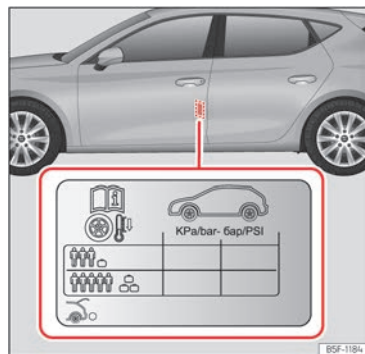

Abb. 254 Einbauport des Aufklebers für den Reifendruck.
- Passen Sie bei größerer Zuladung den Reifendruck entsprechend an »» (Abb. 254).
Die Angaben zum Reifenfülldruck befinden sich auf dem Aufkleber an der Fahrertürsäule »» (Abb. 254).
Der Reifendruck muss der aktuellen Fahrzeugbelastung angepasst werden. Wenn das Fahrzeug voll beladen werden soll, muss der Reifenfülldruck entsprechend dem auf dem Reifenfülldruck-Aufkleber angegebenen maximalen Wert erhöht werden »» (Abb. 254).
Füllen Sie bei einem minimierten Notrad (125/70 R16 oder 125/70 R18) auf einen Druck von 4,2 bar, gemäß Angabe auf dem Aufkleber mit den Reifendruckwerten »» (Abb. 254).
- Der Fahrer ist verantwortlich für den richtigen Reifenfülldruck an allen Reifen am Fahrzeug. Der empfohlene Reifenfülldruck befindet sich auf einem Aufkleber »» (Abb. 254).
- Immer den richtigen Reifenfülldruck am kalten Reifen einhalten, wie auf dem Aufkleber angegeben »» (Abb. 254).